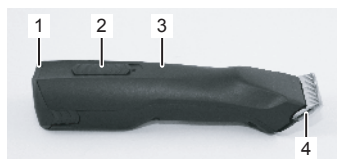

Fig. 1
3. Placez la tondeuse avec la batterie insérée dans la station de recharge, de manière que la partie supérieure de la tondeuse soit orientée vers vous et que les contacts de l'appareil reposent sur les contacts de la station de recharge. La partie supérieure de l'appareil est celle qui comporte l'interrupteur (Fig. 1).